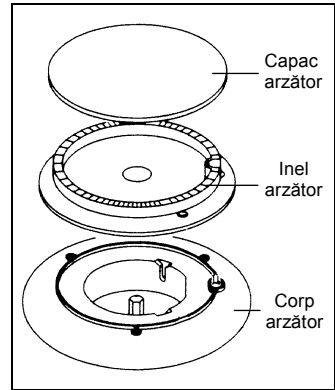

fig. 19
- Se înlătură grătarul plitei, capacele și inelele arzătoarelor (fig.19)
- Se demontează arzătorul prin desfacerea șurubului de fixare (B) și împingerea lui în spate (fig.19).
- Se deșurubează ajutorajul (C) cu ajutorul unei chei tubulare de 10 mm și se înlocuiește cu cel corespunzător gazului utilizat și tipului de arzător (conform tabelului de ajutoraje).